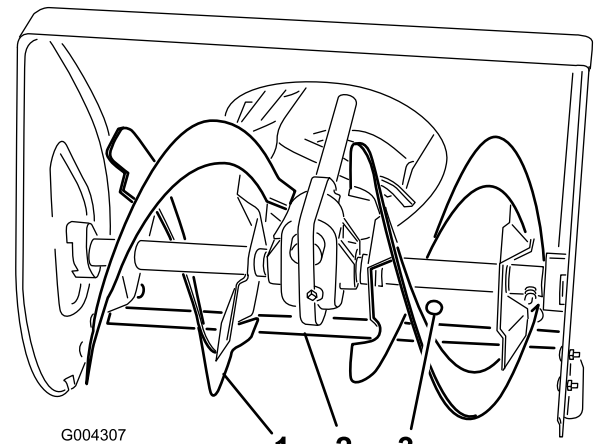

Figure 22
1. Côté du carter de fraise (2)
2. Écrous à embase (4)
3. Patin (2)
4. Placez un support sous les lames de la fraise pour qu'elles se trouvent à 3 mm au-dessus du sol (Figure 22).
6. Pour corriger la position de la lame racleuse, desserrez les 5 vis de fixation (Figure 22), mettez la lame de niveau à la hauteur voulue et resserrez les vis.